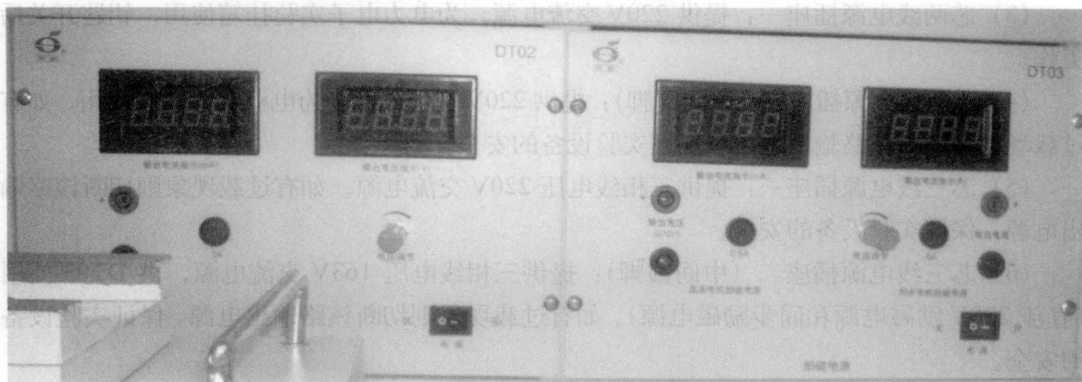

图 1-2 DT02 和 DT03
2. DT02 220V 直流可调稳压电源 (图 1-2)
3. DT03 220V 直流励磁电源和同步电机励磁电源 (图 1-2)